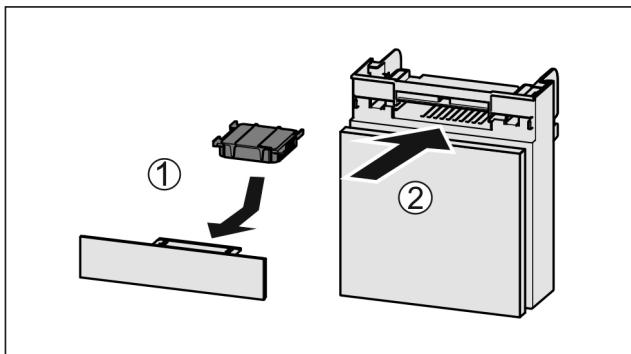

Fig. 87
- Vložte aktívny uhlíkový filter podľa obrázka Fig. 87 (1).
► Zasuňte zásuvku Fig. 87 (2).